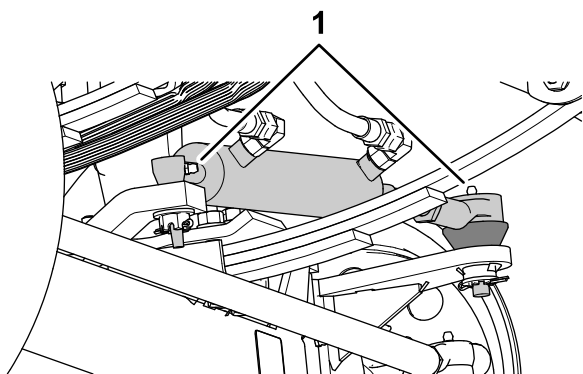
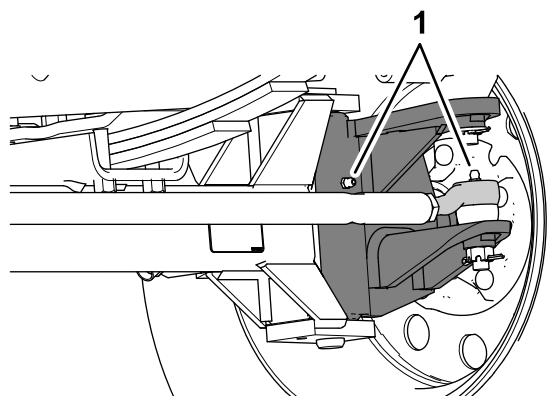

Рисунок 68
Рисунок 69
1. Начисто протрите масленки (Рисунок 68 и Рисунок 69).
2. Закачайте в масленки консистентную смазку (Рисунок 68 и Рисунок 69).
Примечание: Расположение масленок показано на Рисунок 68.